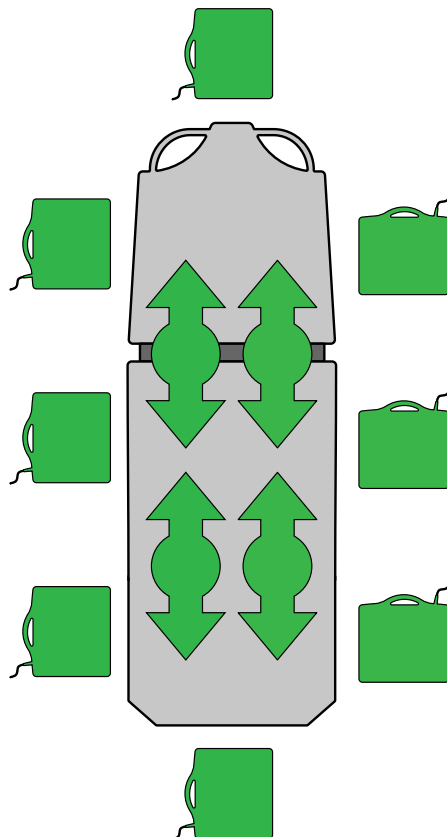

Рисунок 17 – Заправка или извлечение рентгеновских кассет
1. Поместите пациента в центр изделия, руководствуясь наклейками, указывающими положение, расположенными по всем сторонам изделия (Рисунок 17).